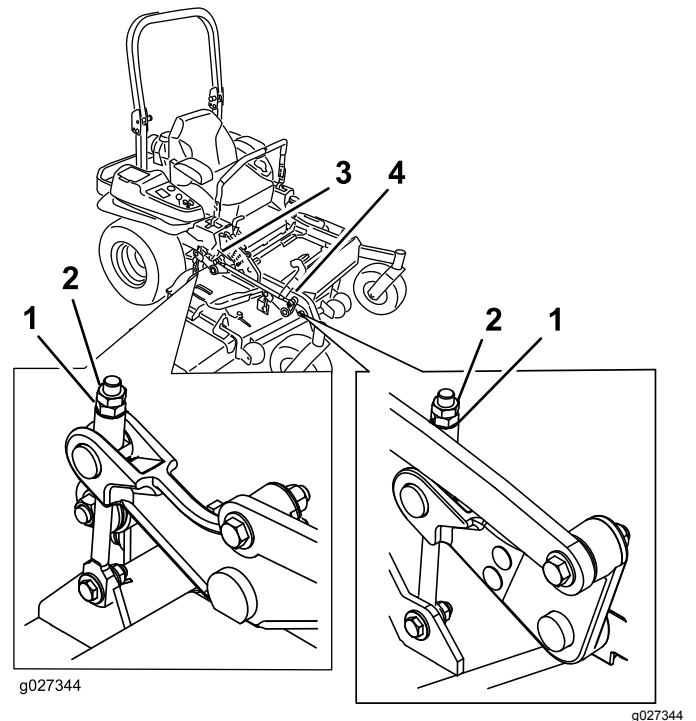

Figura 108
10. Afine a porca de ajuste no conjunto de elevação da plataforma frontal rodando-a (Figura 108).
16. Regule o ajuste girando para a altura de 8,3 cm (Figura 108).